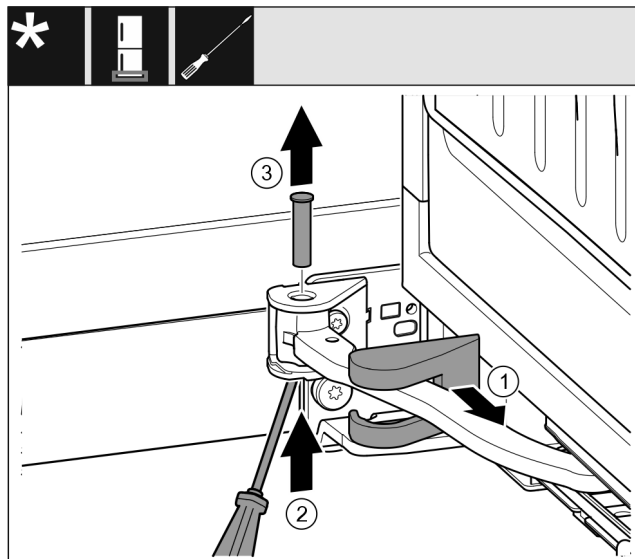

Fig. 15
- ▶ Stáhněte kryt stojanu ložiska a posuňte podél kloubu. Fig. 15 (1)
- ▶ Čep zespodu nadzvedněte prstem nebo šroubovákem. Fig. 15 (2)
- ▶ Šroubovákem zajedťte pod hlavu čepu a vytáhněte jej. Fig. 15 (3)